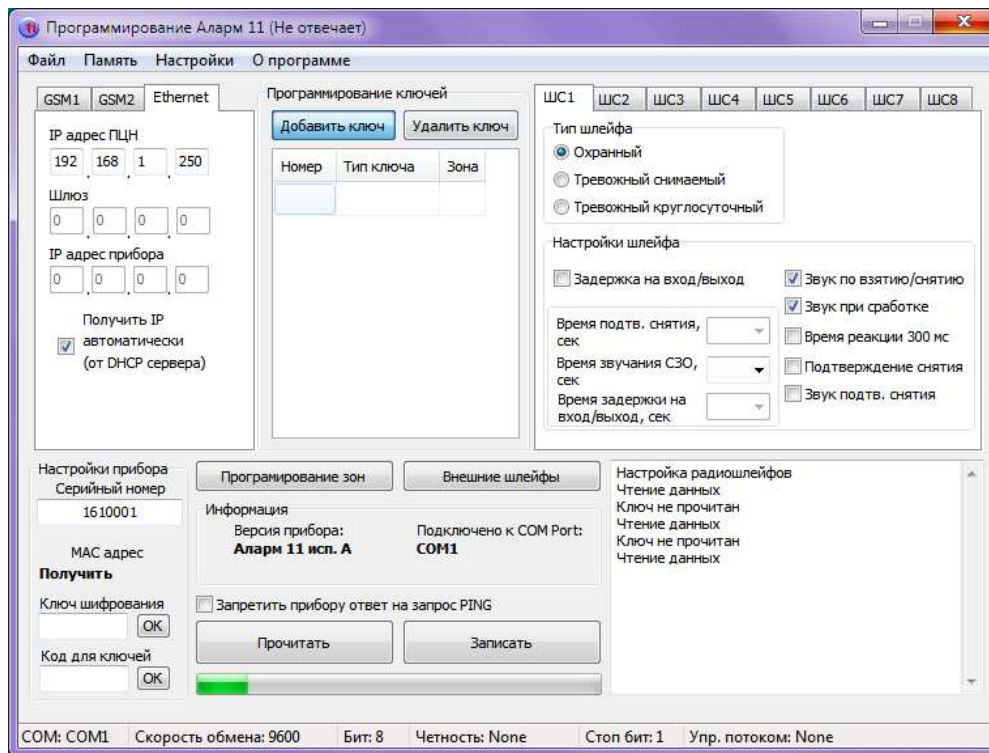

Рисунок 13
3.6.1 Для записи параметров ключей доступа в ЭЗУ прибора в основном окне «Программирование Аларм 11» в поле «Программирование ключей» нажать кнопку «Добавить ключ» (рисунок 13), после чего приложите ключ доступа к УД.
3.6.4 Для удаления, записанного ранее в ЭЗУ прибора ключа доступа, в поле «Программирование ключей», выделить нужный и нажать кнопку «Удалить ключ» (рисунок 13).
3.7.1 Для записи в ЭЗУ прибора его параметров, установленных в процессе программирования, нажать кнопку «Записать». Для проверки сохраненных в ЭЗУ прибора параметров нажать кнопку «Прочитать» (рисунок 13).